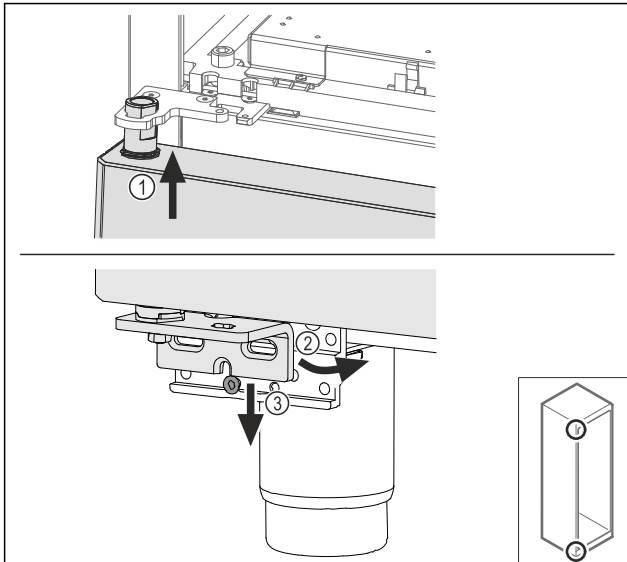

Fig. 68
- Ievadiet augšā durvis mazliet sagāztā veidā Fig. 68 (1), nolīmeņojiet durvis taisni Fig. 68 (2) un uzlieciet apakšā uz gultņa balsta skrūves Fig. 68 (3).